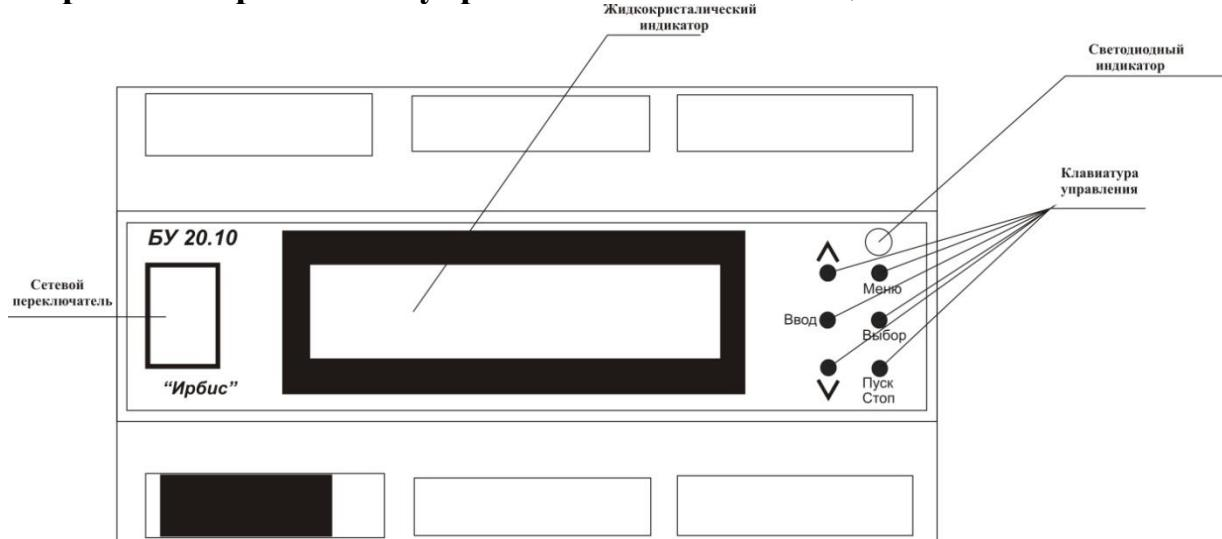

Рис. 5. Органы управления котлом
- 6.5. Примерная схема присоединения котла к отопительной системе приведена на рис. 5.